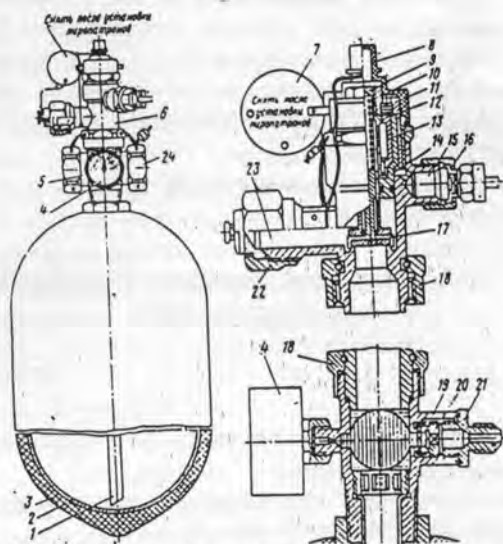

Рис. 19. Огнетушитель УБЦ-8-1:
2. Проверьте внешнее состояние и надежность крепления огнетушителей, установленных в заднем техническом отсеке (шп. 13, 14). Затвор огнетушителя должен не иметь деформаций и загрязнений. Баллоны недопустимо иметь механические повреждения, пирогазовки и заглушки переходников должны быть опломбированы (рис. 19).